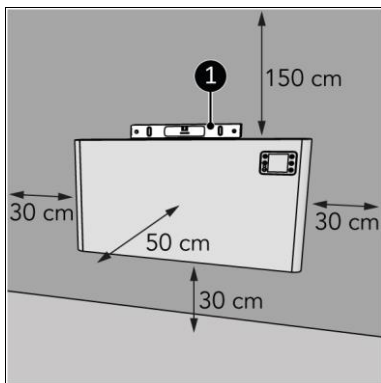

Figure 9
1. Placez l'appareil sur une surface verticale et solide. Utilisez un niveau à bulle pour placer l'appareil (Figure 9, pos. 1).
2. Placez l'appareil en respectant une distance minimale (Figure 9) de :